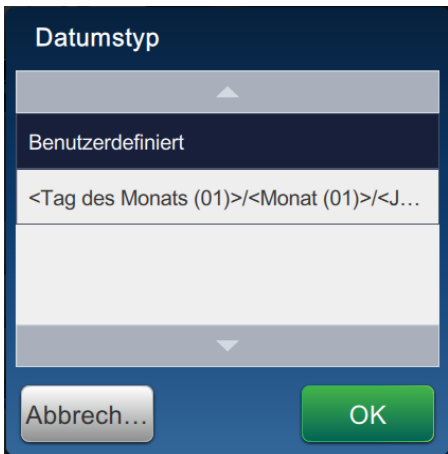

Abbildung 5-9: Bildschirm zur Einrichtung des Datumsformats
1. Wählen Sie im Bildschirm „Datumseinrichtung“ aus der Dropdown-Liste „Datumstyp“ die Option *Benutzerdefiniert* aus (siehe Abbildung 5-9). Berühren Sie die  Schaltfläche.